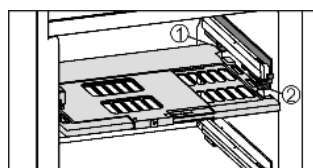

Fig. 33
- Vochtreguleringsplaat terugplaatsen: dekselranden van de plaat van onder in de achterste houder *Fig. 33 (1)* plaatsen en aan de voorkant in de houder *Fig. 33 (2)* vastklikken.